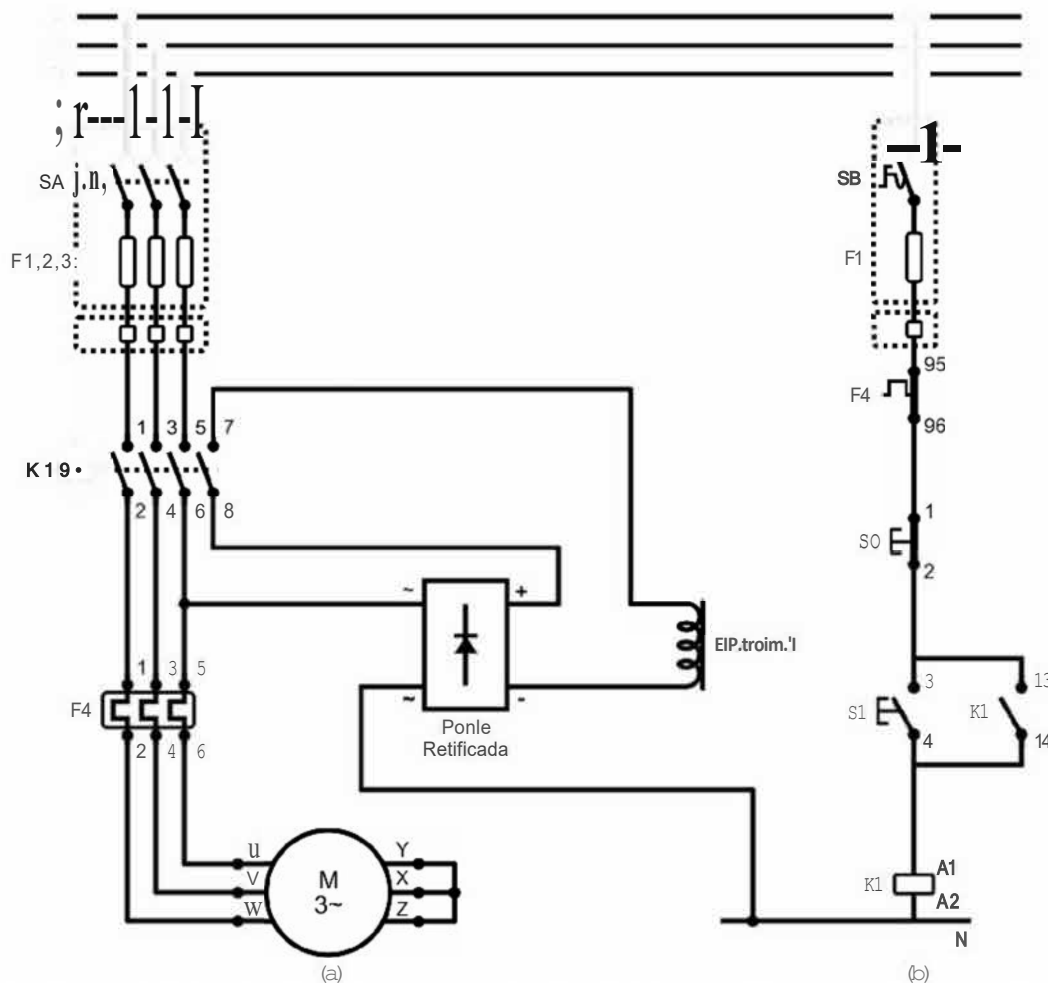

Figura 21. Esquemas de ligação para partida direta a contactor, para motor freio trifásico; a) circuito de força e b) circuito de comando.
- Verifique se o esquema de ligação da placa do motor confere com o esquema de ligação apresentado na figura 21(a);
- Depois de concluídas as ligações elétricas, coloque o motor para funcionar na menor velocidade, através do acionamento da botoeira S1 apresentada na figura 21(b), depois varie a velocidade do eixo do motor através do acionamento da botoeira S2 apresentada na figura 21(b);
- Desligue o motor, através do acionamento da botoeira S0 (NF). Observe que ao acionar a botoeira S0, o eixo do rotor será travado imediatamente, fazendo com que o eixo pare bruscamente. O motor chama-se motor freio, devido à parada brusca ou frenagem do eixo após o motor ser desenergizado, sendo o circuito eletroímã e ponte retificadora responsável por esta parada brusca.